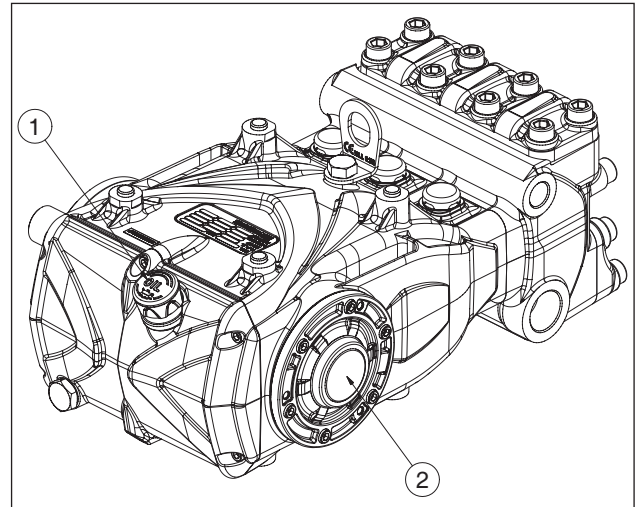

Fig. 13
- O óleo no cárter da bomba está no nível, verificando com a respectiva vareta (pos. ①, Fig. 13) e excepcionalmente com a abertura de nível (pos. ②, Fig. 13).